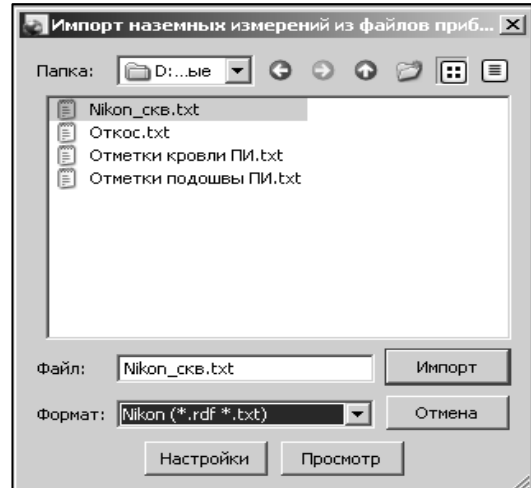

Рис. 1.11. Окно импорт файлов приборов
2. Активизируйте команду ФАЙЛ – ИМПОРТ – ИЗ ФАЙЛА... и в окне ИМПОРТ ФАЙЛОВ ПРИБОРОВ (рис. 1.11) в выпадающем списке ФОРМАТ укажите тип файла «Nikon» (*.rdf *.txt).